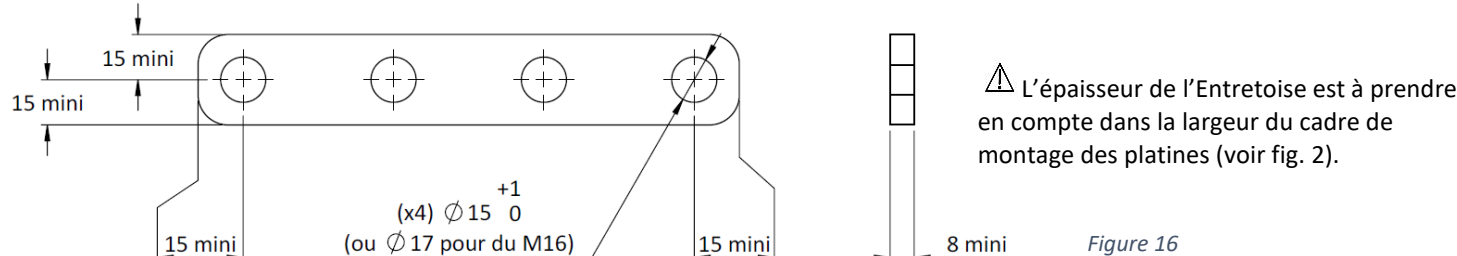

Figure 16
** Il est possible d'éviter de réaliser les 2 trous $\varnothing 26$ sur chaque longeron. Voir figure 16.